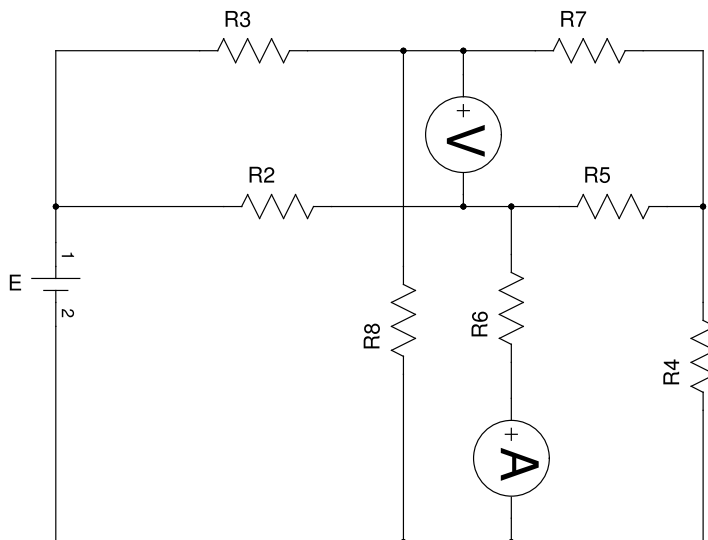

Figura 2.3
1. Monte o circuito da figura 2.3 para $E = E_1$;
5. Troque a posição da fonte tensão E com o amperímetro, na figura 2.3, e repita os procedimentos 2-4;
6. Troque a posição da fonte tensão E com o voltímetro, na figura 2.3, e repita os procedimentos 2-4;